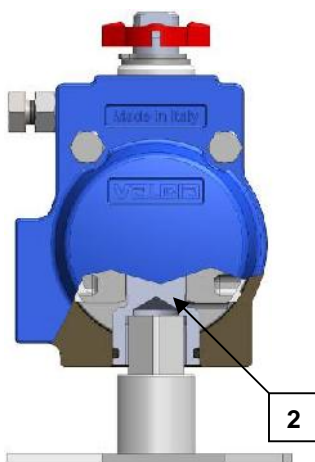
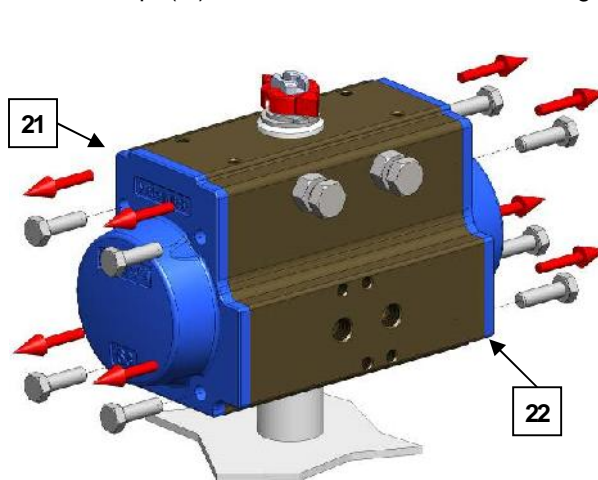

Fig.1
Fig.2
4. Posizionare l'attuatore su di una attrezzatura idonea con maschio di pari quadro all'attacco femmina del pignone ( 2 ) vedi Fig. 1, in modo tale da eseguire più facilmente le operazioni di seguito elencate;
5. Prima di iniziare lo smontaggio **verificare** attraverso l'etichetta sul corpo se l'attuatore è a doppio (DA) o a semplice effetto (SR);
6. - Per **ATTUATORE DOPPIO EFFETTO** : Svitare in ordine incrociato le viti ( 25 ) di fissaggio dei tappi ( 21-22 ) vedi Fig. 2 ;
- Per **ATTUATORE SEMPLICE EFFETTO** : Svitare **GRADUALMENTE** in ordine incrociato le viti ( 25 ) di fissaggio dei tappi ( 21-22 ) vedi Fig. 2 ;